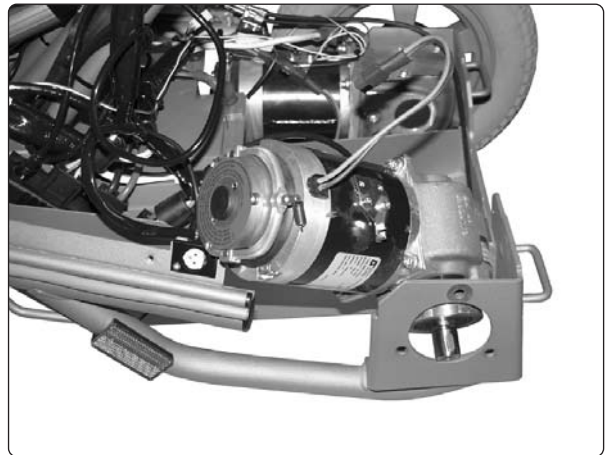

Abb. 34. Ausbau Antriebsmotor.
11. Bauen Sie den Antriebsmotor aus, indem Sie ihn nach oben winkeln, siehe Abb. 34.